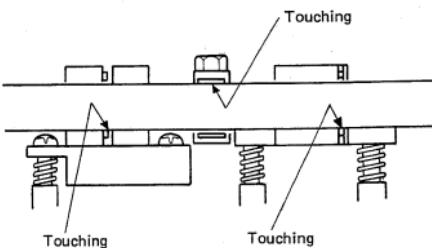

Fig. 4-8
21. Run the mirror tape, TEAC MTT-902, and check that the tape is running as shown in Fig. 4-8, that is, touching (but without causing curling) the tape guide lower flange of both the erase and record/reproduce heads and the upper flange of the tape guide pin.
- 21). ミラー・テープ TEAC MTT-902 を走行させ、図4-8の様にテープが消去ヘッド及び録再ヘッドのテープ・ガイド下側、テープ・ガイド上側に当り、かつテープのカーリングが無いことをストップ、ブレイを繰返し確認する。